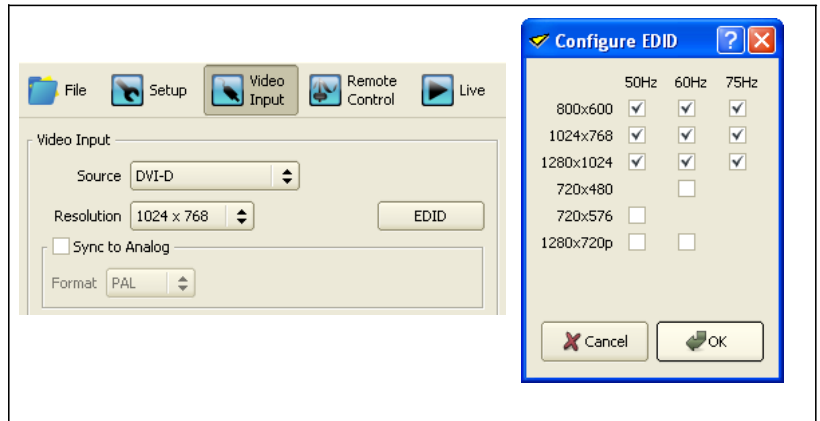

Рисунок 25: Разрешение входного видео и настройки EDID
2. См. рисунок 25. В окне **Resolution (Разрешение)** указывается текущее разрешение входного потока видео. Это значение должно соответствовать разрешению входного видеосигнала. При необходимости настроить.